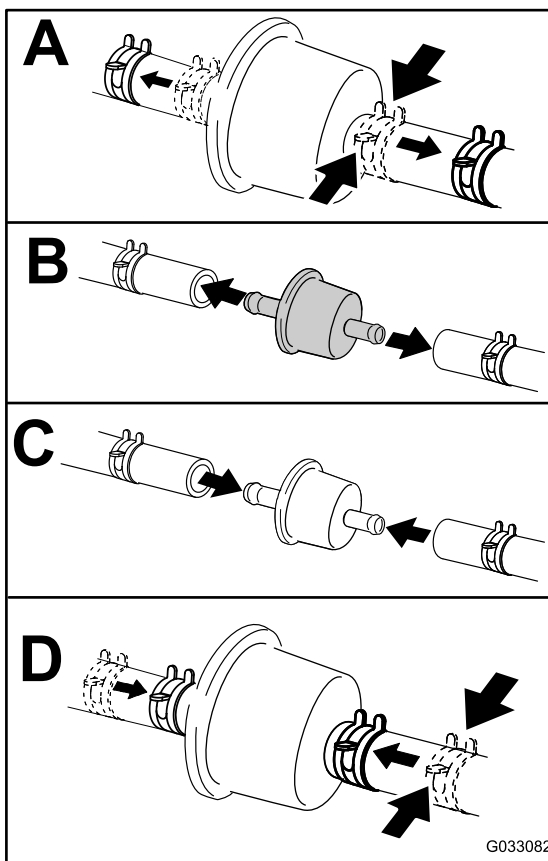

Figura 47
4. Riposizionate il filtro del carburante come mostrato nella Figura 47.